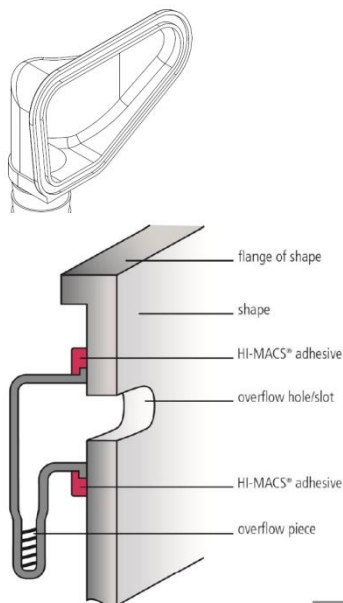

Figure 1
- 1) Position the overflow pipe at the back of the sink/bowl as shown in Fig 1.
2. Maak met een witte HI-MACS®-lijm een lijmband rond het kunststof gedeelte zoals aangegeven in afbeelding 1.
2. Appliquer une couche de colle HI-MACS® White autour de la partie en plastique comme indiqué sur la figure 1.